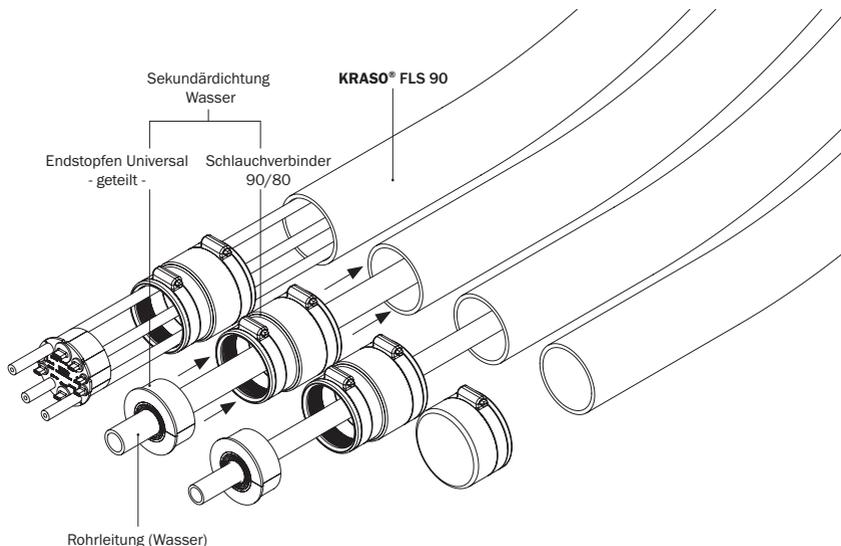

Abbildung 4.1: Einführung der Versorgungsleitung / Sekundärdichtung
4. Einführung der Versorgungsleitung / Sekundärdichtung (s. Abbildung 4.1)